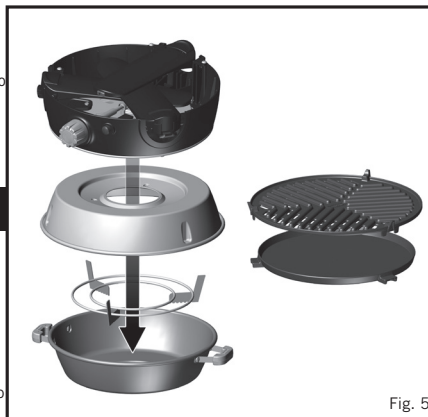

Fig. 5
- Ripiegate come spiegato nella precedente sezione 3. Mettete la pentola / calotta sul fondo della borsa. Quindi disponete il supporto della pentola capovolto all'interno della pentola stessa. Mettete la vaschetta per il grasso sopra la pentola e il supporto della pentola capovolto. Quindi mettete il dispositivo capovolto sopra la vaschetta per il grasso. Disponete la griglia e il piano di cottura piatto nei rispettivi sostegni separati siti nella copertura della borsa, e chiudete le relative zip. Ripiegate la copertura della borsa e chiudetela con la zip. (Fig. 5)